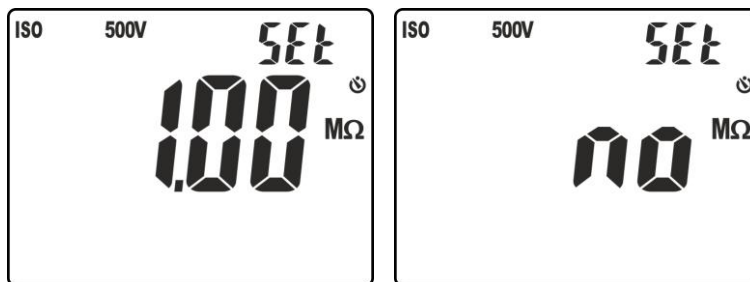

Fig. 16: Configuración umbral límite en la medida de aislamiento
5. Pulse las teclas ∇/OFF o $\blacktriangle/\text{ZERO}$ para seleccionar el valor entre las opciones: **0.10M Ω** , **0.230M Ω** , **0.50M Ω** , **1.00M Ω** , **100M Ω** , **no**. La opción “no” indica la no configuración del umbral (vea la Fig. 16)
4. Pulse y mantenga pulsada la tecla **VTEST/LIM** (>2s) para configurar el umbral límite mínimo sobre la medida. El símbolo "Set" parpadea en pantalla. Pulse las teclas **▼/☼** o **▲/ZERO** para seleccionar el valor entre las opciones: **0.10MΩ, 0.230MΩ, 0.50MΩ, 1.00MΩ, 100MΩ, no**. La opción "no" indica la no configuración del umbral (ver la Fig. 16)
4. Pulse y mantenga pulsada la tecla **VTEST/LIM** (>2s) para configurar el umbral límite mínimo sobre la medida. El símbolo "Set" parpadea en pantalla. Pulse las teclas **▼/☼** o **▲/ZERO** para seleccionar el valor entre las opciones: **0.10MΩ**, **0.230MΩ**, **0.50MΩ**, **1.00MΩ**, **100MΩ**, **no**. La opción "no" indica la no configuración del umbral (ver la Fig. 16)